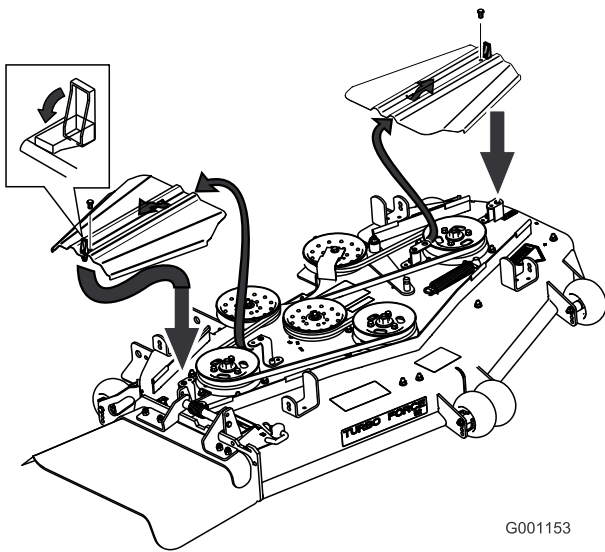

Figura 55
3. Retire los pernos que fijan las cubiertas de las correas y retire las cubiertas de las correas (Figura 55).
9. Instale las cubiertas de las correas deslizando la cubierta sobre la pestaña, instale los pernos y cierre los enganches (Figura 55).